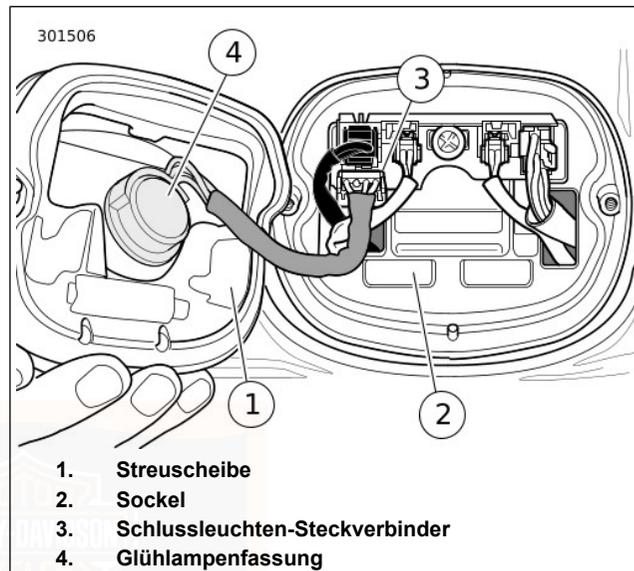

Abbildung 63. Schlussleuchtenbaugruppe
1. Siehe Abbildung 63. Den Zündschalter auf OFF (Aus) schalten.
2. Die zwei Schrauben und die Streuscheibe (1) vom Sockel (2) entfernen.